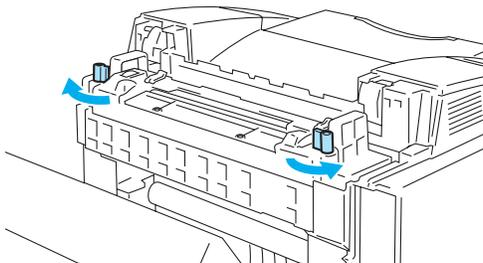

Figura 5-16
- 3 Para soltar la unidad de fusión de la impresora, suelte las palancas de bloqueo de ambos lados de la unidad de fusión como se muestra en la Figura 5-16.